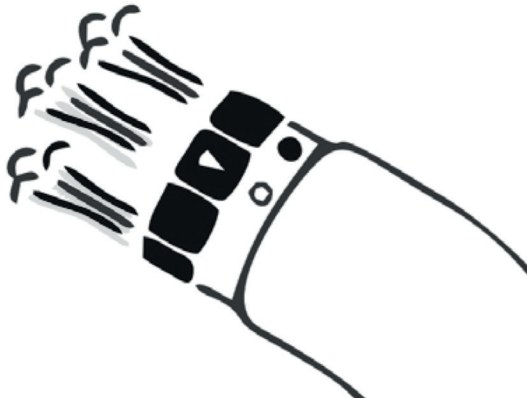

Fig. 11 Modo abierto
- ❖ Asegúrese de que el conector de aire está en modo abierto (ver Fig. 11).